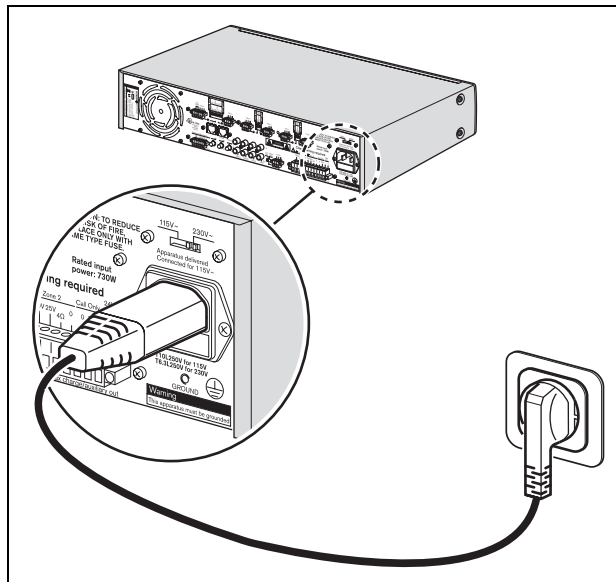

figure 5.1: Sélecteur de tension
- 1 Assurez-vous que le sélecteur de tension (115V/230V) est correctement réglé pour la tension du secteur de votre pays (voir figure 5.1).